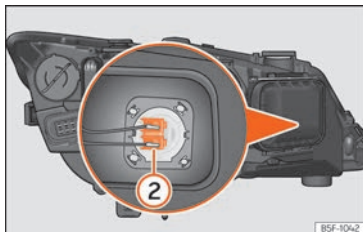

Abb. 112 Fernlichtleuchte.
- Drücken Sie den Stecker » Abb. 112 ② seitlich nach links oder rechts und ziehen Sie.